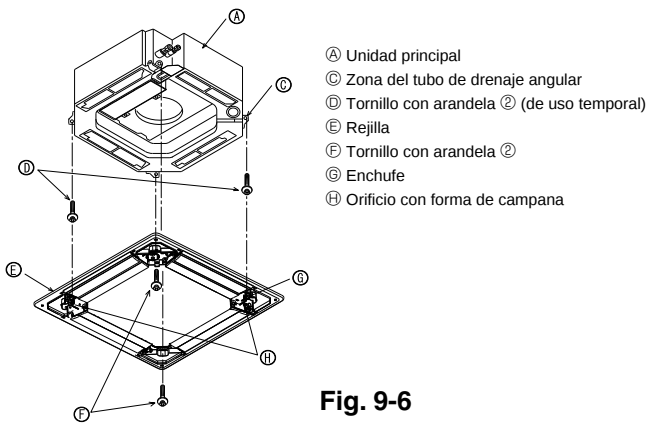
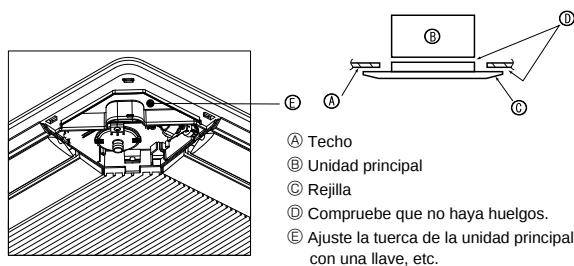

Fig. 9-6
Fig. 9-7
9.4.2. Instalación temporal de la rejilla (Fig. 9-6)
- Asegure la rejilla de forma temporal con los orificios en forma de campana; para ello coloque el enchufe de la rejilla ③ en la esquina del tubo de drenaje de la unidad principal.
9.4.3. Fijación de la rejilla (Fig. 9-7)